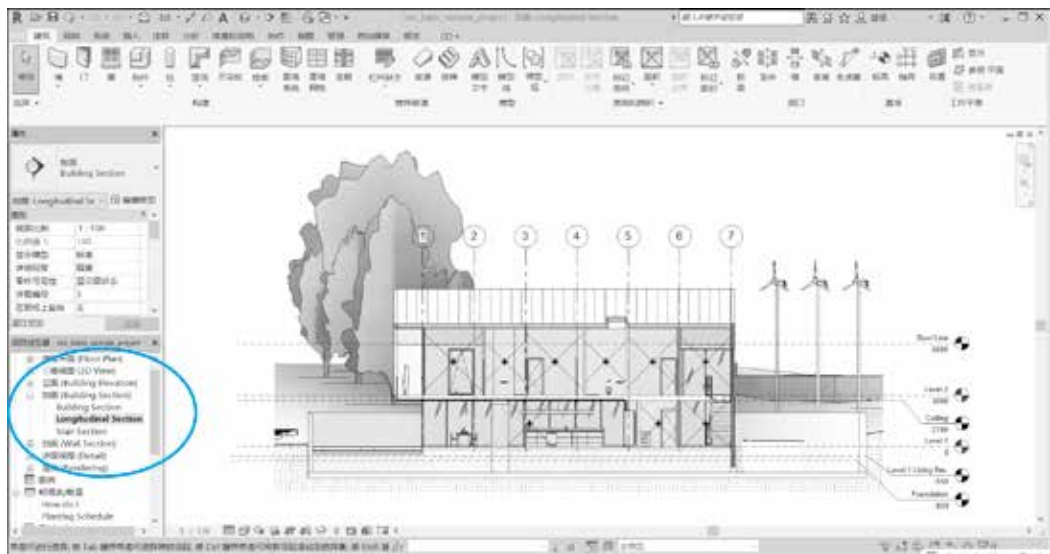

图 1.2.5 剖面视图
(4) 如图 1.2.5 所示，双击“项目浏览器”中的“剖面”，选择不同的剖面视图，可浏览项目创建的各剖面视图。与 AutoCAD 软件相同，向上滚动鼠标滚轮可放大显示视图，向下滚动鼠标滚轮可缩小显示视图，按住鼠标滚轮不放可上、下、左、右平移视图。